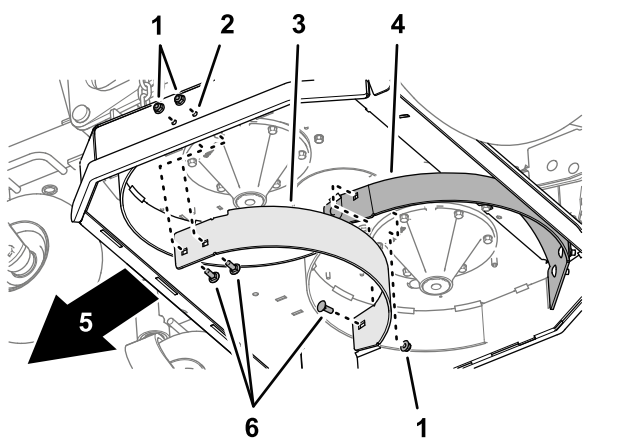

Figura 11
1. Rimuovete i 3 bulloni a testa tonda ($\frac{3}{8}$ " x 1") e i 3 dadi di bloccaggio flangiati ($\frac{3}{8}$ ") che fissano il deflettore sinistro al lato del piatto di taglio e al deflettore destro e rimuovete il deflettore sinistro (Figura 11).